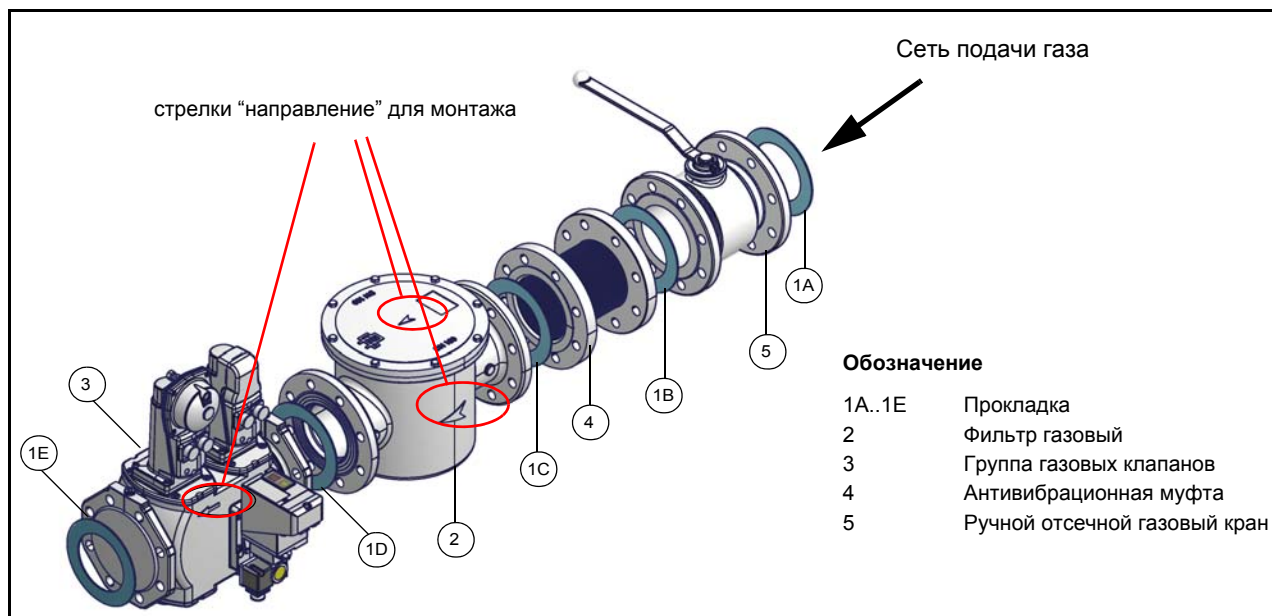

Рис. 6 - Пример газовой раампы
- 1 - б) при фланцевых соединениях: между соседними компонентами устанавливать прокладку (1A..1E - Рис. 6), совместимую с используемым газом,
ВНИМАНИЕ: после монтажа газовой раампы согласно схеме на Рис. 6, необходимо провести тестирование на герметичность газового контура, согласно требований действующих нормативов.